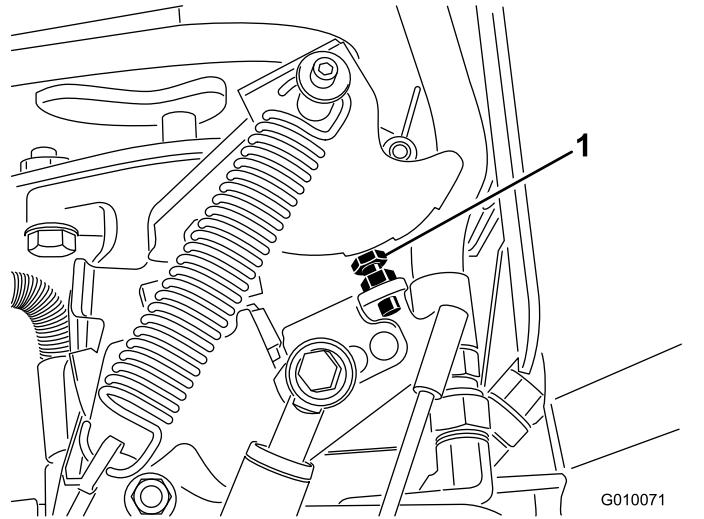

Figura 66
6. Se for necessário algum ajuste, rode o parafuso de paragem da bomba (Figura 66) para mais perto da placa de bloqueio para diminuir o intervalo entre furos ou rode o parafuso de paragem para o afastar da placa de bloqueio e assim aumentar o intervalo entre furos.